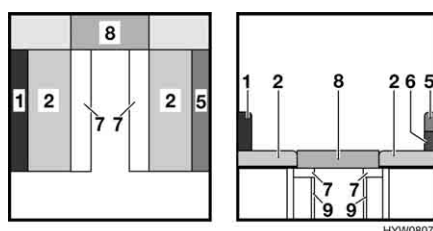

Fig. 46 Durante la trasformazione
- Inserire il cuscino aggiuntivo (Fig. 46,8).
- Estrarre in parte i telai portamaterasso (Fig. 46,7).
- Aprire i quattro puntelli (Fig. 46,9).
- Rimuovere il cuscino dello schienale (Fig. 46,1) e riporlo.
- Separare la parte superiore (Fig. 46,5) da quella inferiore (Fig. 46,6) del secondo cuscino dello schienale.